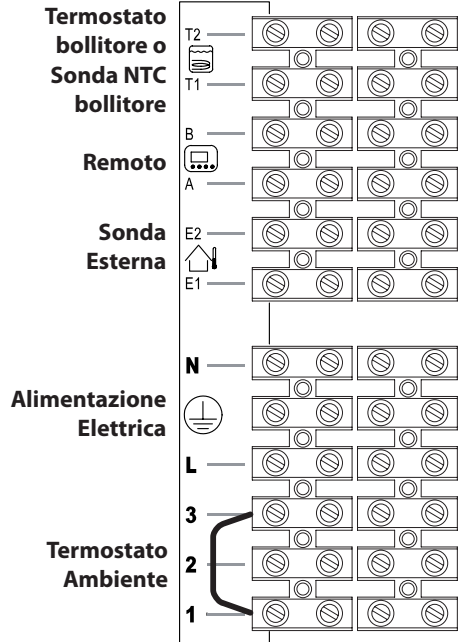
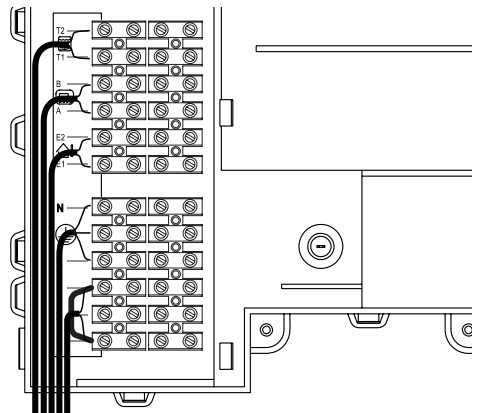

Figura 5.21
Figura 5.22
- Collegare il cavo di alimentazione elettrica proveniente dall'interruttore onnipolare alla morsetteria di alimentazione elettrica della caldaia Figura 5.21 rispettando la corrispondenza della linea (filo marrone) e del neutro (filo azzurro).
Il percorso del cavo o dei fili di alimentazione elettrica della caldaia e del termostato ambiente devono seguire il percorso indicato in Figura 5.22.
Per il collegamento di un termostato ambiente servirsi dei morsetti indicati in Figura 5.21.
Per il collegamento di valvole di zona servirsi dei morsetti termostato ambiente indicati in Figura 5.21 e Figura 5.22. I conduttori elettrici dei contatti del micro della valvola di zona vanno inseriti nei morsetti "1 e 3" della morsettiera termostato ambiente come in Figura 5.22.